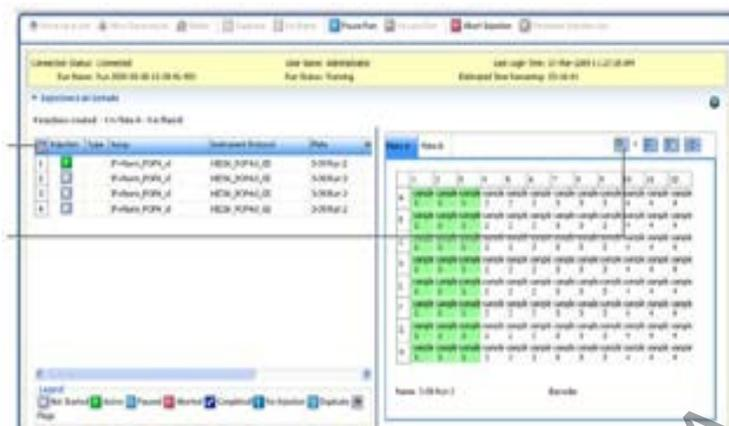

Figura 38. Pantalla de monitoreo de corrida electroforética.
7.16.7 Cuando la corrida da inicio, se despliega automáticamente la pantalla de monitoreo de corrida (ver figura 38).